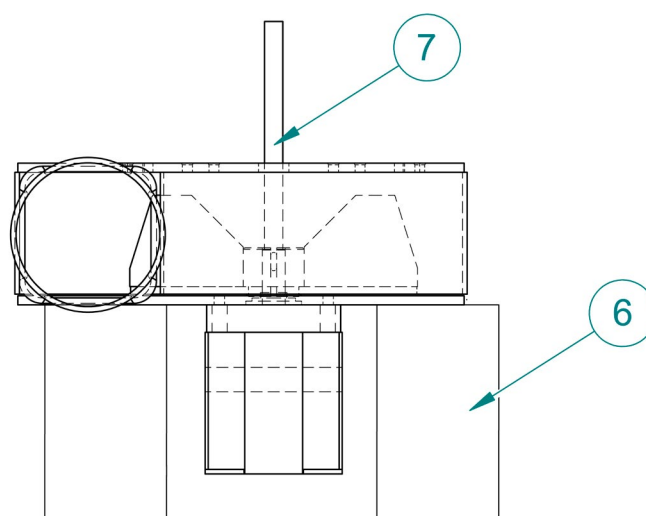

Abbildung 4.16
6. Setzen Sie die Pumpe wie in Abb. 4.16 dargestellt auf ein paar Blöcke, um die Welle aus dem Pumpengehäuse treiben zu können (sollte eine Hydraulikpresse zur Hand sein, ist diese zu verwenden)